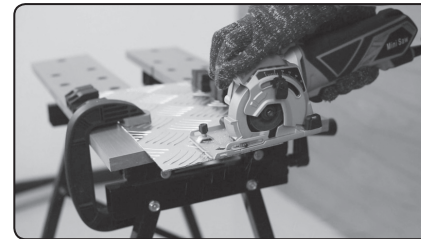

Abb. 19, Sägen vom Aluminiumblech
1. Legen Sie das Blech (aus Weichmetall Cu, Al) auf eine feste, stabile, ebene Fläche und befestigen Sie es mit Zwingen (Abb. 19). Der Schnitt muss außerhalb der Tischoberfläche geführt werden.